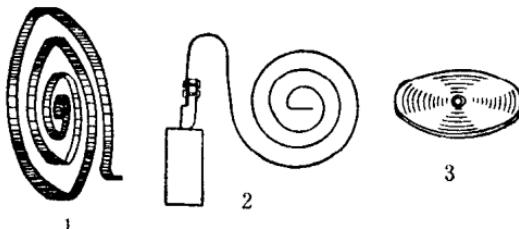

图9 圈弹簧
**3 圈弹簧** 常见的圈弹簧有发条弹簧(图 9—1)，碳刷弹簧(图 9—2)，游丝弹簧(图 9—3)三种。